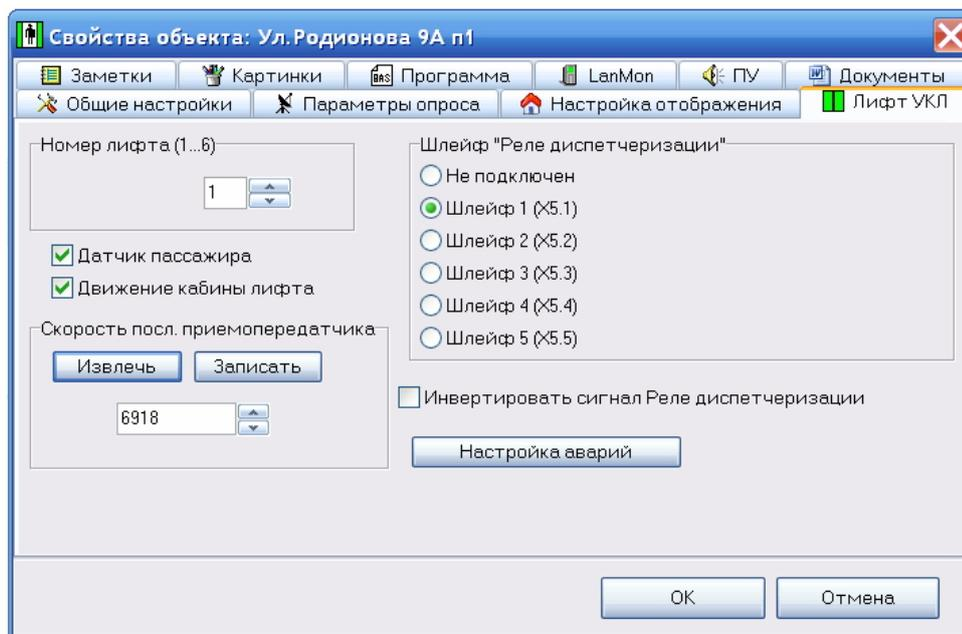

Рисунок 2 - Свойства объекта, вкладка «Лифт УКЛ»
4. Перейдите на вкладку «Лифт УКЛ» (см. рисунок 2)